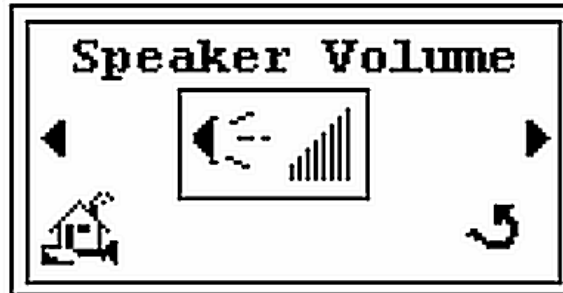

図 2-4 Speaker Volume 設定画面
を選択して **Enter** を押すと、*Speaker Volume* 設定画面が表示されます (図 2-4)。
4. **Enter** を押すと 図 2-4 に戻ります。